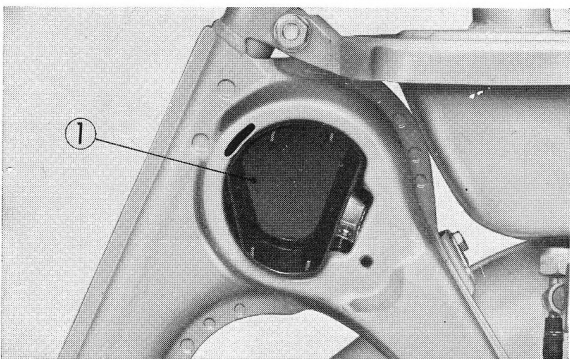

Figure 1-28 : ① boîtier du filtre à air
- (5) Sssuyer la poussière qui se trouve sur les parois intérieures du boîtier (figure 1-28).